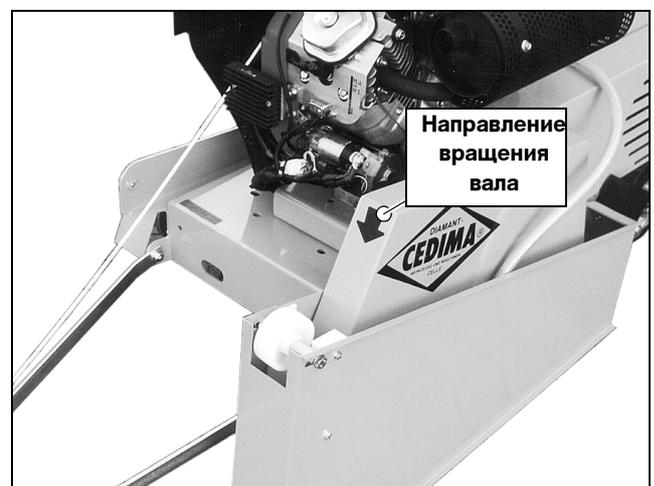

Рис. 4.17 Указатель направления вращения на защитном кожухе
6. Установите алмазный диск на режущий вал с учетом правильного направления движения. (Диск должен вращаться в одном направлении со швонарезчиком!) (Рис. 4.17)